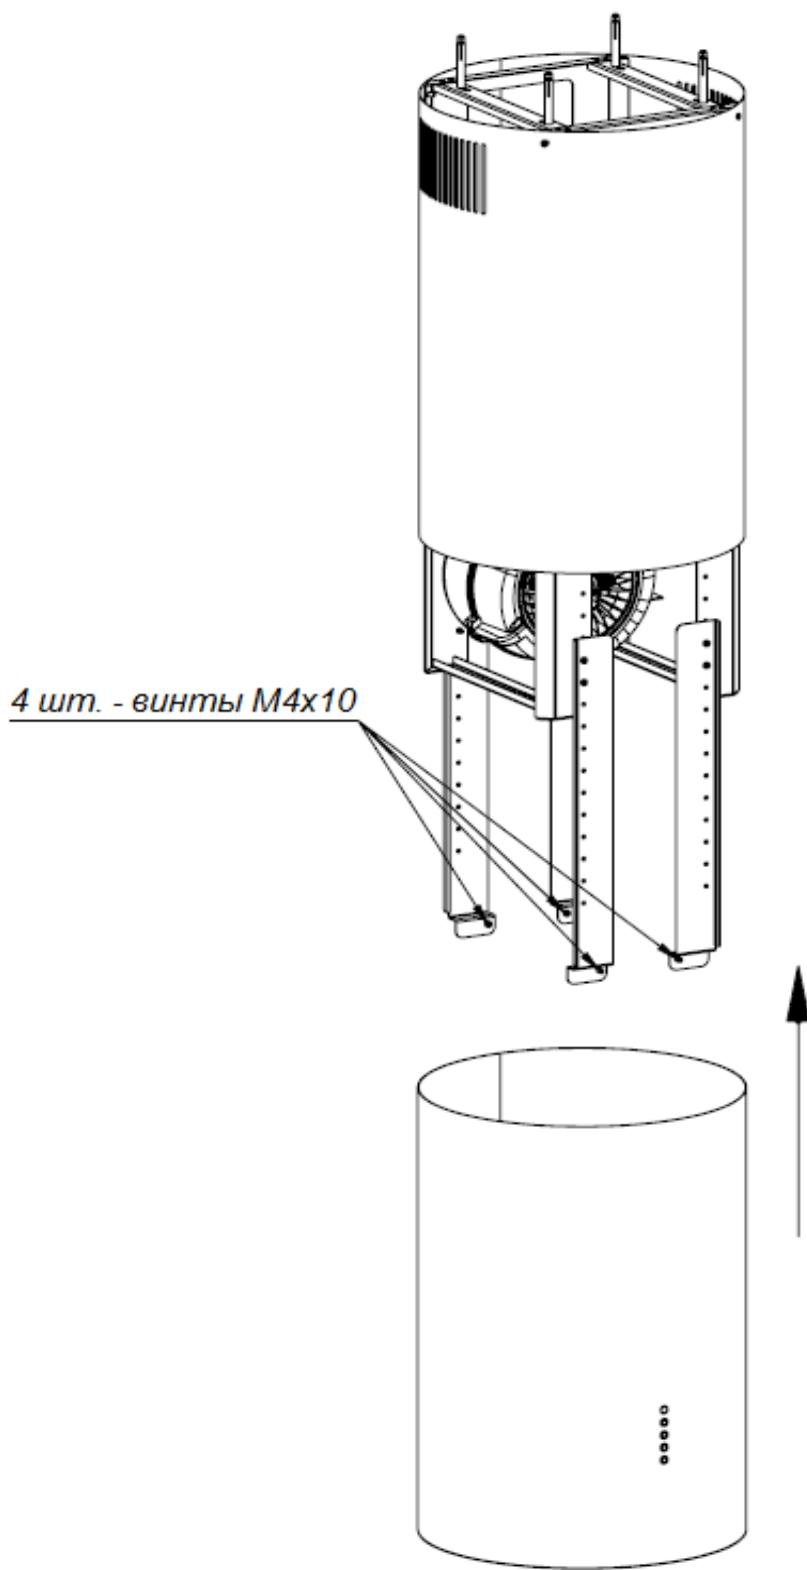

Рис. 5
4. Вставьте нижнюю трубу и прикрутите ее изнутри с помощью винтов M4x10 (4 шт.) (рис. 5).